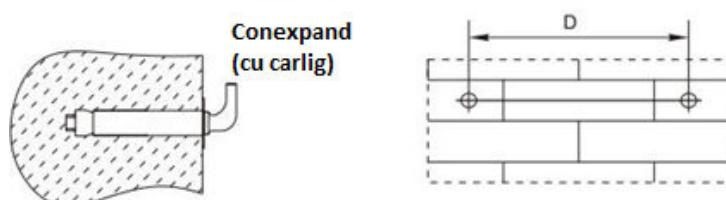

Fig.1
- (1) Acest boiler va fi instalat pe un perete solid. Daca rezistenta peretelui nu poate suporta sarcina egala cu de doua ori greutatea totala a boilerului umplut cu apa, este necesara instalarea unui suport special.
- (2) Dupa selectarea unei locatii adecvate, determinati pozitia celor doua guri de instalare utilizate pentru conexpand-urile cu carlig. Conform desenului pentru dimensiunea D (vezi tabel 1), utilizati o bormasina cu impact pentru cele 2 gauri Ø16 si 80mm adancime pe un perete solid. Gurile trebuie sa fie pe aceeasi linie orizontala. Introduceti conexpand-urile cu carligul in sus, strangeti piulitele pentru a-le fixa ferm si apoi fixati boilerul de ele (vezi Fig. 1).